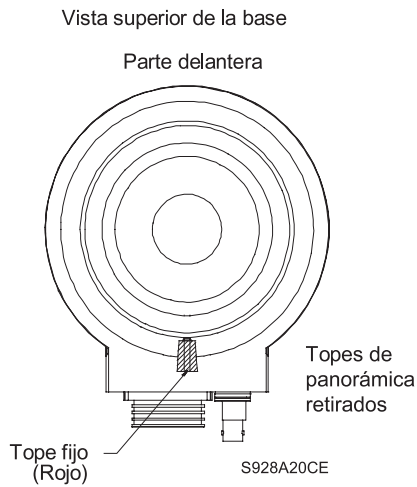

Figura 4: panorámica manual máxima y panorámica automática máxima (modelos de 345°)
Los topes de panorámica establecen los límites de la panorámica manual. Los dos (2) topes ajustables de panorámica pueden cambiarse de posición o retirarse según el funcionamiento deseado. La configuración de margen máximo de panorámica se muestra en la **Figura 4**.